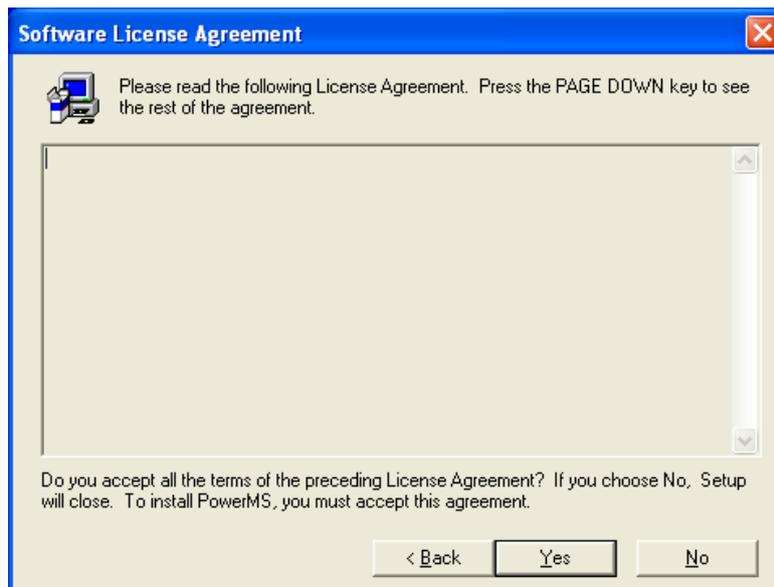

Fig. 10 Tela 3 de Instalação.
5.1.1.3. Na tela da Fig.10 há algumas explicações introdutórias ao produto. Leia e pressione “YES” para continuar. De outro modo, não será possível continuar com a instalação.